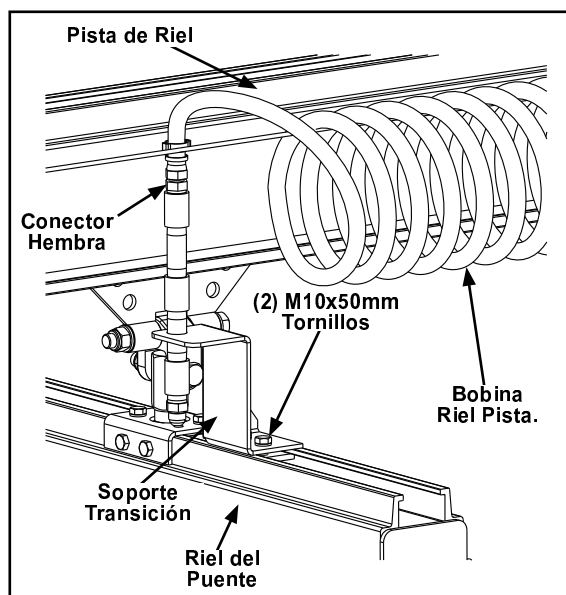

Figura 3-120
- Paso 1. Instale ensamble de soporte de transición a Riel del Puente. Vea Figura 3-120.
- Paso 3. Apriete tornillos M10 para asegurar soporte a canal del riel. **Apriete hasta asentar tornillos + ¼ vuelta.** No apriete de más, puede doblar el soporte. Conecte extremo de manguera de Riel Ppal. A soporte de transición. Vea Figura 3-120.